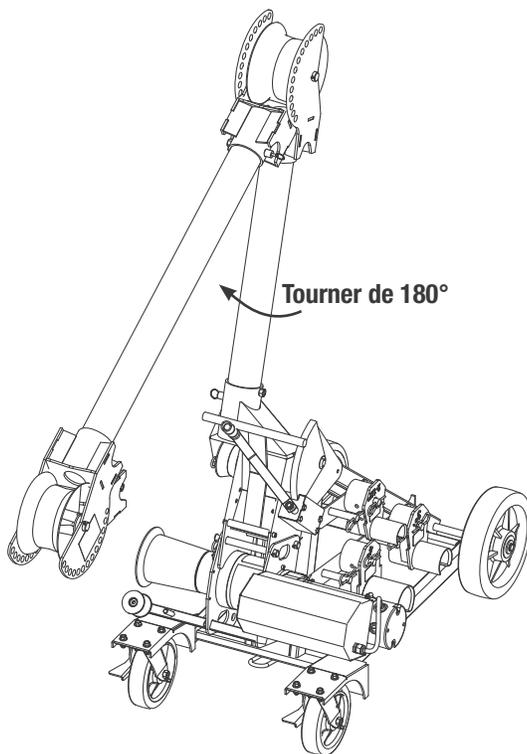

Figure 13 : Rotation de la flèche
4. Soulever par la buse pour libérer la contrainte sur la cheville d'arrêt qui fixe la flèche arrière au coude. En maintenant la cheville d'arrêt du coude qui fixe la flèche arrière, faire pivoter le coude et la flèche avant de 180° en les faisant passer autour du chariot jusqu'à ce que la cheville d'arrêt puisse être fixée dans l'autre orifice de la flèche arrière. (Fig. 13)